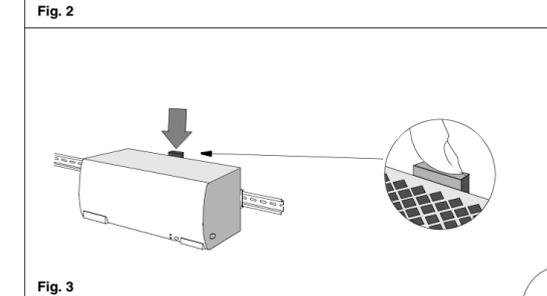

Fig. 3
• Pos. 'Vin -1V' (ponte encaixável em 1 e 2): limiar de reação variável; em caso de queda de tensão o efeito-tampão é mais rápido do que 0,54 V/s e $> 1V$ . O efeito-tampão é anulado assim que a tensão aumentar em 1V	Para aumentar a potência ou prolongar o período-tampão, é possível conectar vários módulos-tampões em paralelo (observar carga máxima de 30A/pólo dos terminais)(v. fig. 3)
Demontage	Vor Demontage: Anlage stromfrei schalten, Anschlußleitungen entfernen! Vgl. Fig. 3: Zur Entriegelung des Gerätes von oben auf den Schieber drücken. Gerät nach oben wegkippen und abnehmen.
Removal	Before removal: Switch main power off and disconnect your system from the supply network. See Fig. 3: push the slider downwards (unlock). Gently lift lower front edge of the unit (tilting) and remove.